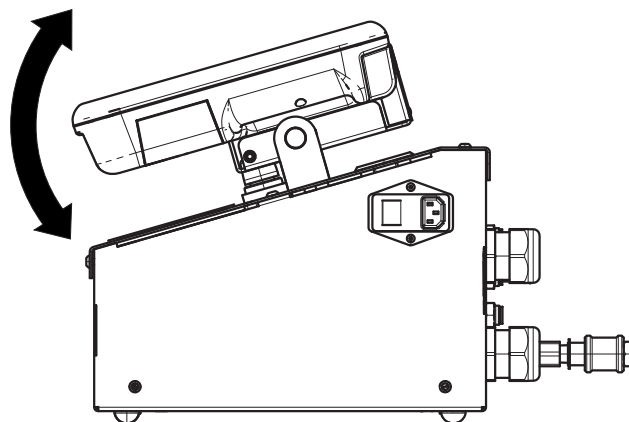

FIG. 13
2. Régler l'angle du MAÉ pour une meilleure visualisation. Voir FIG. 13.